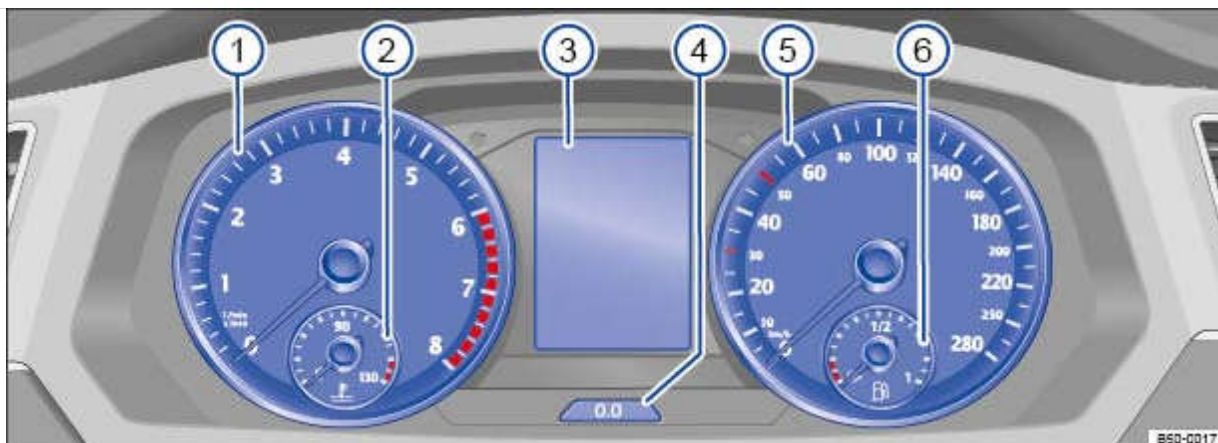

Fig. 15 Sur le tableau de bord : combiné d'instruments analogique
Explications relatives aux cadrans → Fig. 15 :
Suivant l'équipement du véhicule, différentes informations peuvent être indiquées sur l'afficheur du combiné d'instruments → Fig. 15 ③ ou → Fig. 16 ③ :